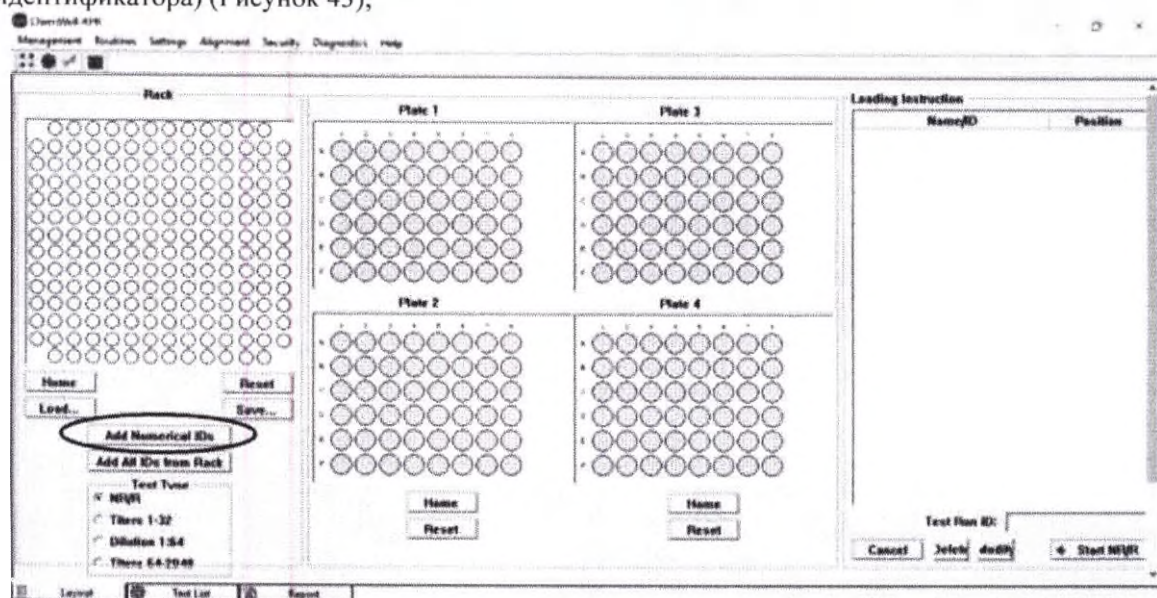

Рисунок 43. Кнопка создания рабочего списка.
2) Создать новый рабочий список, нажав «Add Numerical Ids» (Добавить номер идентификатора) (Рисунок 43);